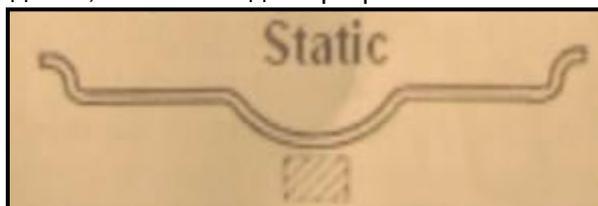

Рис. 10-11
10.4.4 Медленно повернуть колесо рукой до тех пор, пока не сработают все индикаторы углового положения дисбаланса с левой и правой стороны обода (рис. 5-1 (13, 14)), закрепить соответствующий балансировочный груз в средней части обода колеса, см. рис. 10-11. Можно также нажать кнопку STOP и кнопку ALU, установить груз в наконечнике штанги и закрепить его в соответствии с методикой, описанной для программы ALU-S.